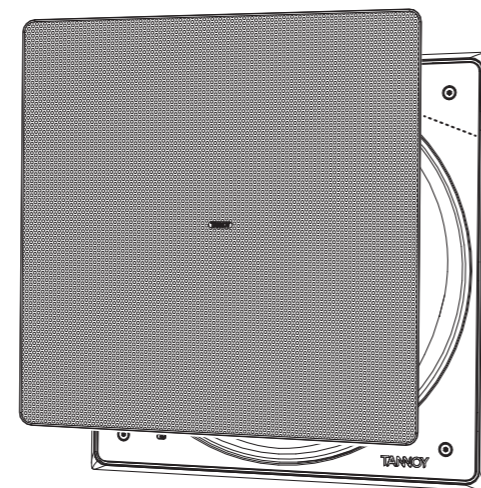

Fig. 11. Installing the Grille
1. La grille doit être soigneusement ajustée en alignant soigneusement les bords de la grille avec le déflecteur et les bords intérieurs du cadre (Fig. 11). Pour éviter les dommages par indentation, n'appuyez pas sur le centre de la grille; appliquez une pression uniforme à chaque coin pendant qu'il est fermement enfoncé en position.